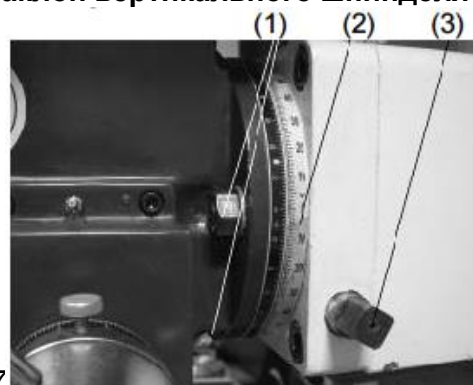

Рис.7
Зафиксируйте консоль 2 рукоятками (1), рис.7 Для поворота консоли необходимо ослабить 4 фиксирующих винта (3) и поворачивая вручную, установить консоль в необходимое положение. Угол поворота можно контролировать по шкале (4), Рис.5. Зафиксируйте консоль 4 винтами (3).
поворачивая ключом 4х-гранный винт (3) влево или вправо, установить голову в необходимое положение, угол наклона можно контролировать по шкале (2), Рис.7. Зафиксируйте выбранное положение, затянув 2 гайки (1).